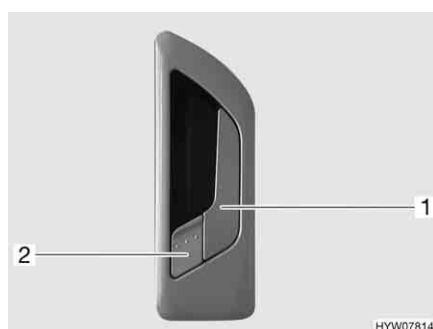

Fig. 43 Serratura della porta di ingresso, lato interno
- Tirare la maniglia (Fig. 43,1). La serratura della porta si sblocca. La leva di sicurezza (Fig. 43,2) scatta automaticamente all'infuori.
- Premere la leva di sicurezza (Fig. 43,2).